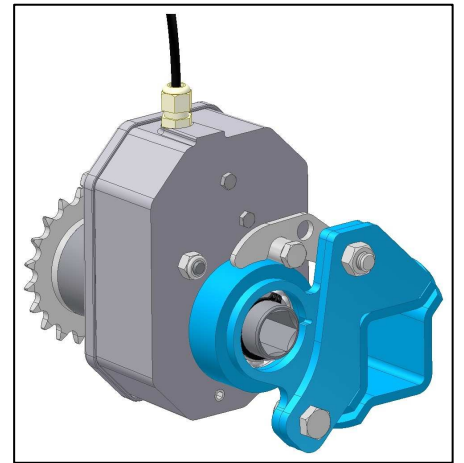

Fig. 2
Das Steuerpult im Führerstand vom Traktor an einer Stelle montieren, an der es leicht zu sehen und leicht zugänglich ist. Dafür den Träger C (Abb. 2) benutzen, der mit dem Steuerpult geliefert wird.
- Effectuer le montage de la tête débrayable avec son support (fig. 2).